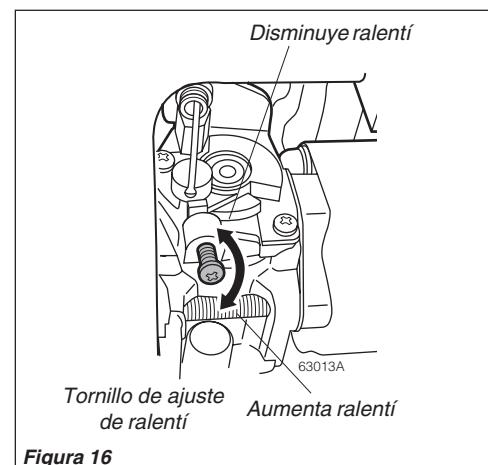

Figura 16
- Si dispone de un tacómetro, la marcha ralenti del motor se debe terminar ajustando en 2.200 (+/- 200) rpm (min⁻¹). Consulte la figura 16.